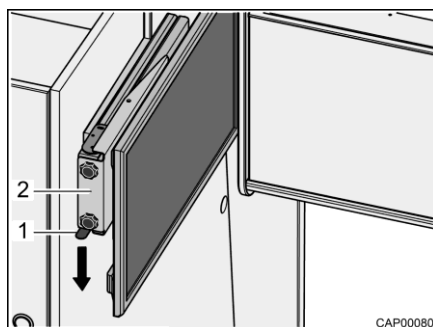

Fig. 36 Dispositivo de extracción con pantalla plana
- Presionar el resorte de cierre (Fig. 36,1) hacia abajo y extraer el dispositivo de extracción (Fig. 36,2) con pantalla plana horizontalmente hacia el centro del vehículo.
- Empujar el dispositivo de extracción (Fig. 36,2) con pantalla plana horizontalmente hasta el tope. El resorte de cierre (Fig. 36,1) engatillará audiblemente.